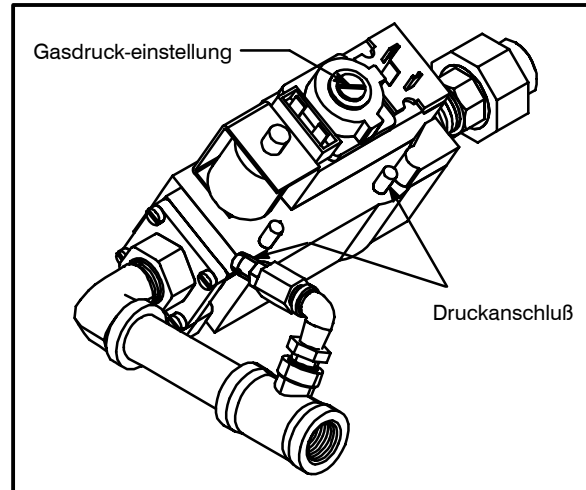

Abbildung 18
7. Den Gasdruck nach Bedarf einstellen siehe Abbildung 18.